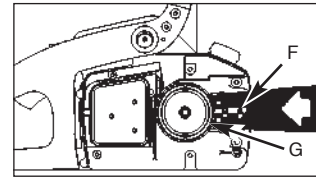

Bild. 3E
4. Legen Sie das gekerbte Ende der Leitschiene über die 2 Schienenbolzen (F). Richten Sie die Schiene so aus, dass die JUSTIERANGEL in das Loch (G) in der Leitschiene passt (Bild. 3E).